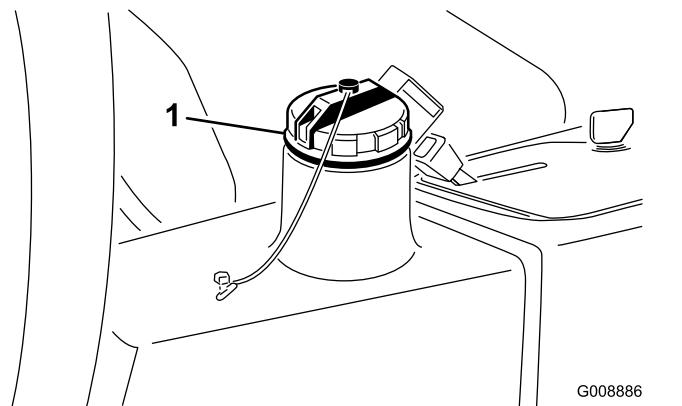

Figura 81
4. Encha o reservatório (Figura 81) com aproximadamente 13,2 litros de fluido hidráulico; consulte Verificação do sistema hidráulico (página 27).